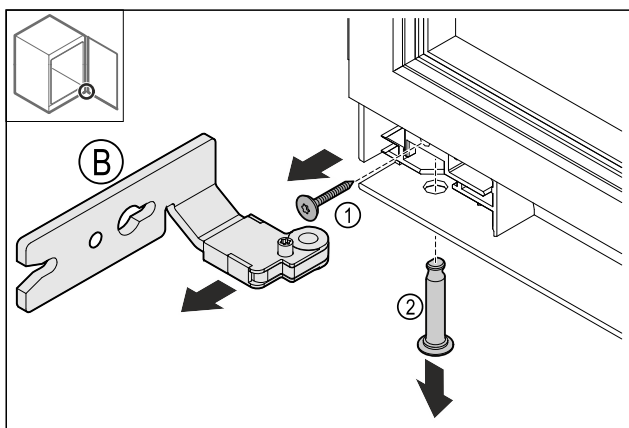

Fig. 15
- ▶ Odstranite Fig. 15 (1) vijak.
- ▶ Odstranite Fig. 15 (2) sornik.
- ▶ Odstranite Fig. 15 (B) tečaj.